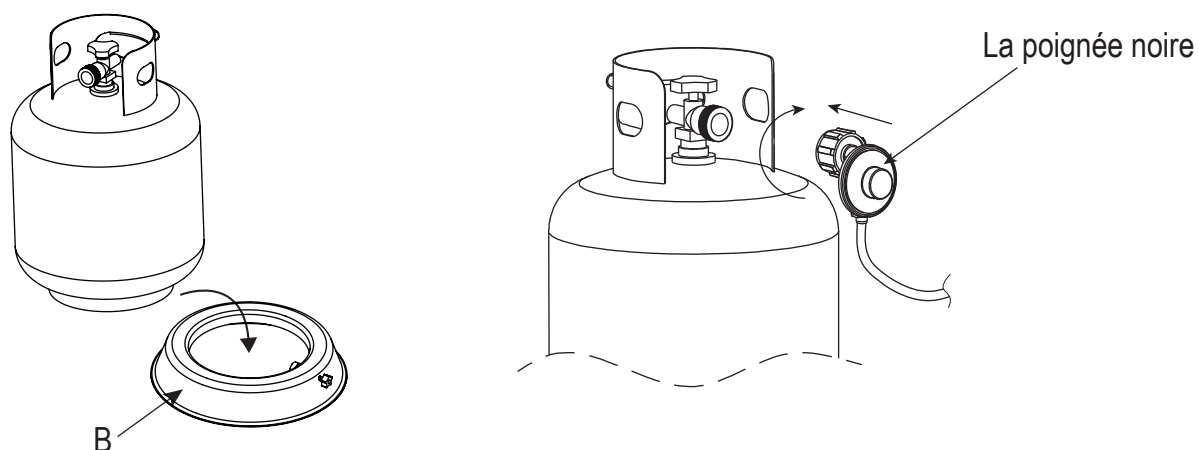

Figure 3
3. Placez le réservoir de gaz dans le siège du réservoir (B), connectez le régulateur, vissez la poignée noire dans le sens des aiguilles d'une montre pour serrer, tournez la poignée noire dans le sens inverse des aiguilles d'une montre pour retirer. Le tuyau ne doit pas être retourné. Le bouton du panneau de commande est tourné à fond en position « OFF » lorsque le foyer n'est pas utilisé (voir la figure 3).